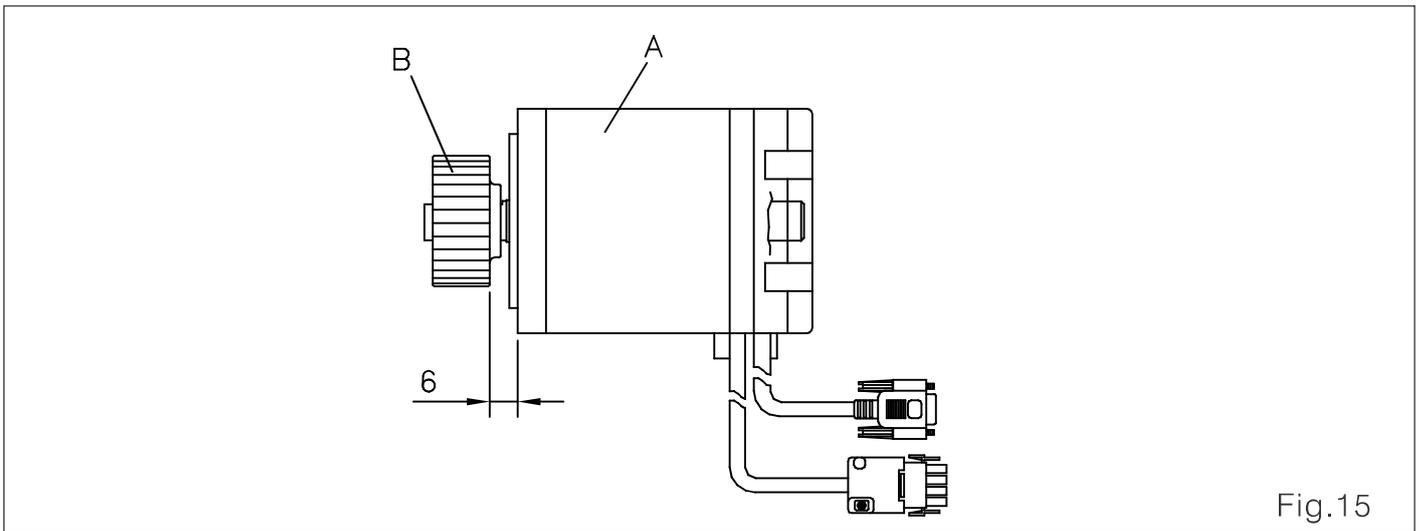

Fig.15
1. Conecte o motor servo pequeno A e engrenagem B. Mantenha a distância entre A e B para 6 mm. (Fig. 15)